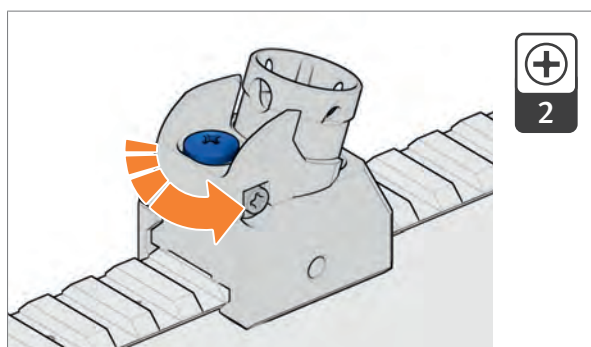

Abb. 81: Feststellschraube lösen
1. Feststellschraube mit Schraubendreher gegen den Uhrzeigersinn lösen (Abb. 81).